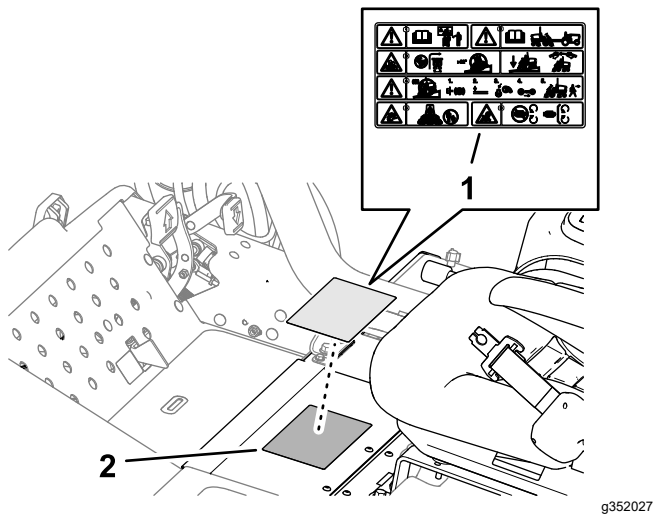

Figura 23
1. Pulite l'adesivo di avvertenza standard con alcol, e lasciate asciugare il telaio (Figura 23).
2. Rimuovete la parte posteriore e applicate l'adesivo di avvertenza CE (N° cat. 121-7928) sull'adesivo di avvertenza standard come illustrato nella Figura 23.